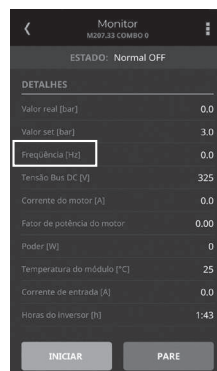

Figura 16 - Menu MONITOR
4. No menu MONITOR arraste a barra de rolagem e encontre o parâmetro Frequência, este mostrará a frequência atual do sistema, conforme Figura 16.